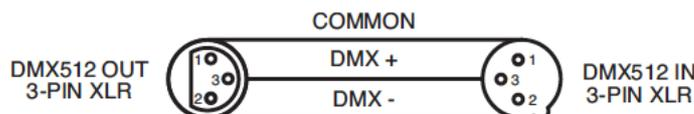

Figure 2
**Remarque :** Assurez-vous de suivre les instructions décrites en figures 2 et 3 lors de la fabrication artisanale de vos câbles. N'utilisez pas la prise de terre de votre connecteur XLR. Ne reliez pas le blindage du connecteur de votre câble à la prise de terre et ne permettez pas au blindage du conducteur d'entrer en contact avec le boîtier externe du XLR. Relier le blindage à la terre pourrait entraîner un court-circuit et un fonctionnement erratique.